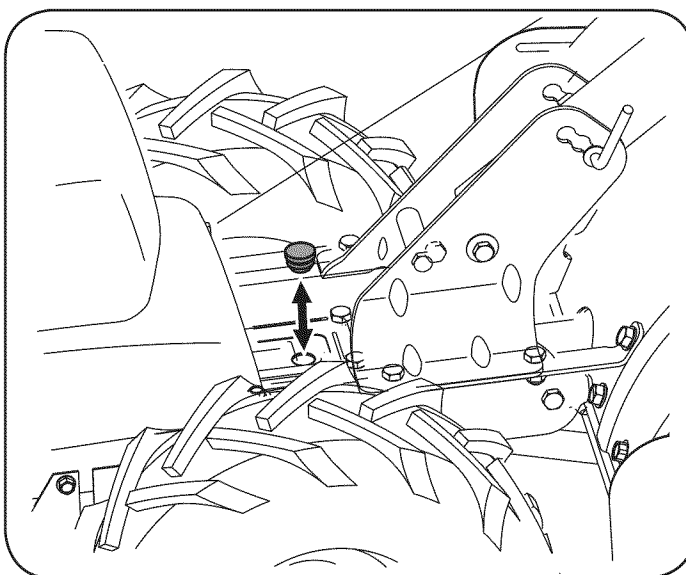

Figura 7
2. Saque el tapón de llenado de aceite de la tapa del alojamiento de la transmisión y ubique el eje de transmisión principal situado dentro del alojamiento. Vea la Figura 7.